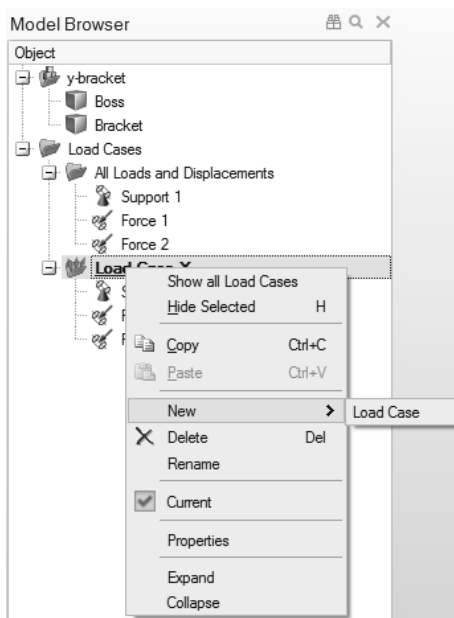

图 5-14
1) 在模型浏览器中, 右键单击 Load Case X 并选择 New→Load Case 命令, 如图 5-14 所示。